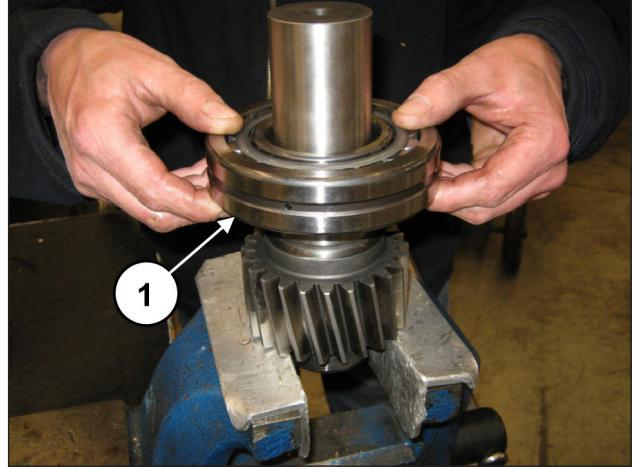
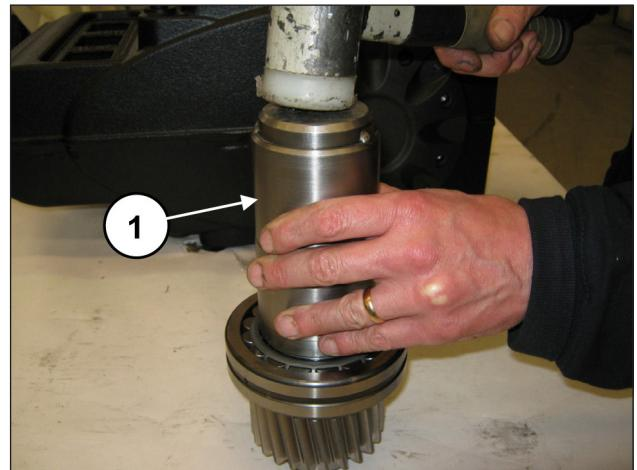

Abb. 81
Abb. 82
Montieren Sie auf der anderen Seite vorläufig das Lager 55x120x29 (Pos. ①, Abb. 81) bis auf Anschlag. Verwenden Sie hierzu das Werkzeug Art. 27604800 (Pos. ①, Abb. 82).